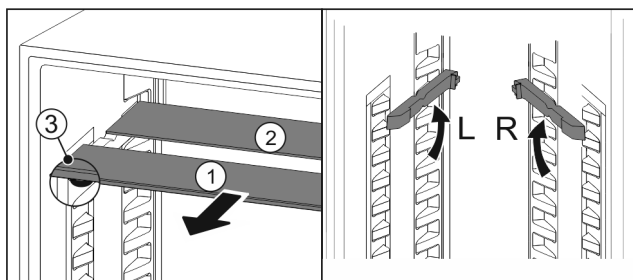

Fig. 195
- Посуньте Fig. 195 (1) скляну панель вперед.
- Скляна панель Fig. 195 (1) з декоративною планкою лежить спереду.
- Стопори Fig. 195 (3) показують вниз.